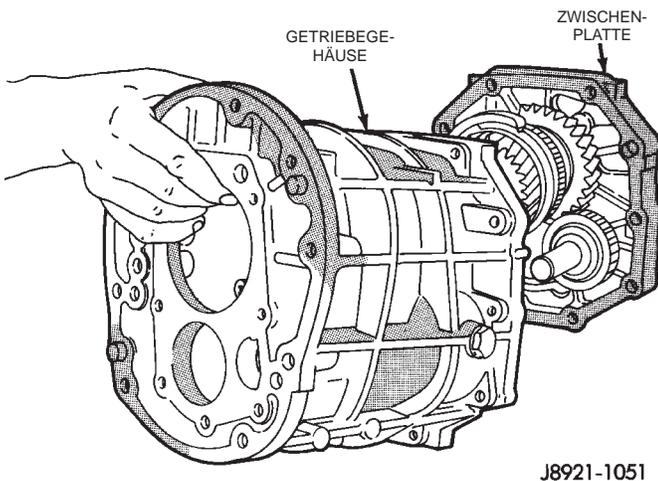

Abb. 37 Getriebegehäuse an Zwischenplatte ansetzen
(3) Zahnradsatz und Schaltstangen auf die entsprechenden Bohrungen im Getriebegehäuse ausrichten und das Getriebegehäuse an der Zwischenplatte ansetzen (Abb. 37). Darauf achten, daß das Getriebegehäuse korrekt auf der Zwischenplatte aufsitzt.